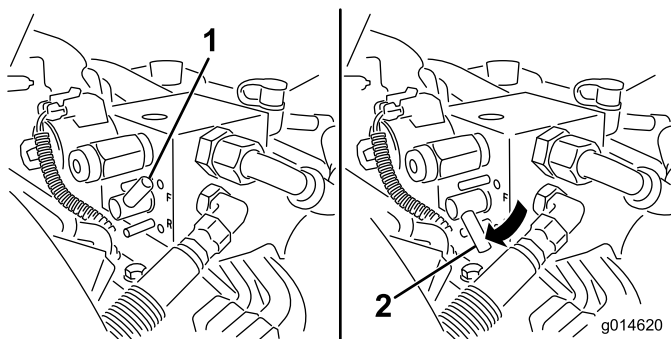

Figura 52
5. Rode a alavanca de retificação para a posição Reverse (R) (Figura 52).